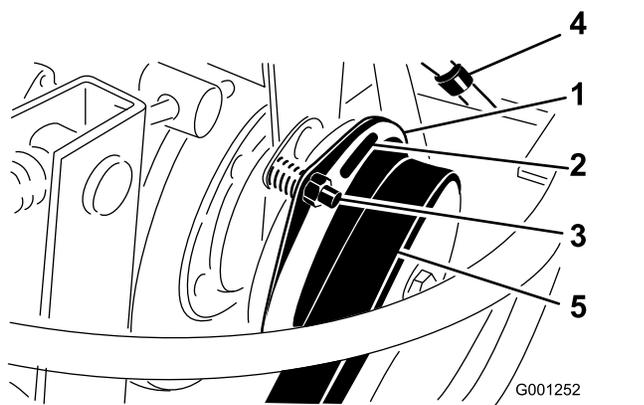

Рисунок 74
3. Отрегулируйте зазор так, чтобы толщиномер на 0,4 мм мог проходить между накладкой муфты и фрикционной пластиной с легким усилием (Рисунок 74).
**Примечание:** Этот зазор можно уменьшить, поворачивая регулировочную гайку по часовой стрелке (Рисунок 74). Максимальный рабочий зазор составляет 0,7 мм. Отрегулируйте все три зазора.